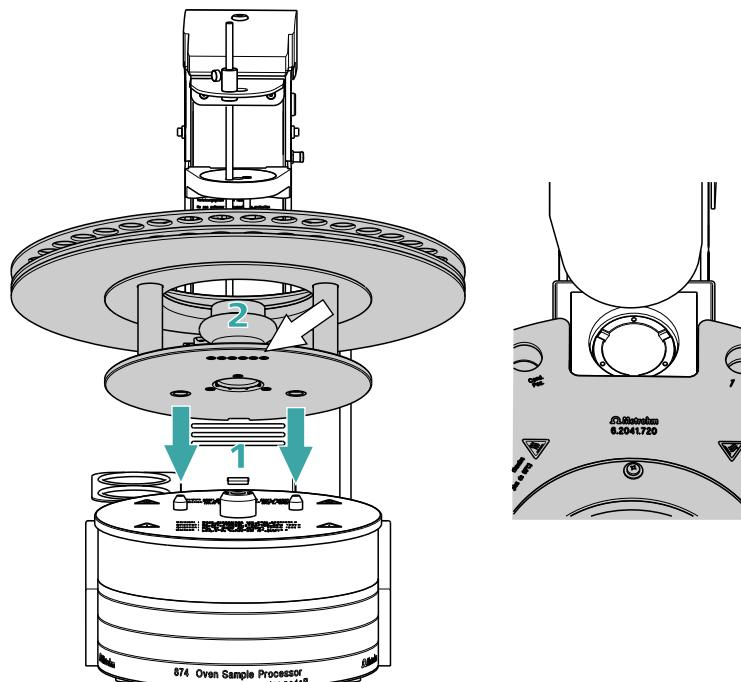

Abbildung 15 Rack aufsetzen
- 2 Das Rack wird in die Ausgangsposition bewegt. Dabei wird der Magnetcode des Racks vom Gerät ausgelesen. Der weisse Pfeil in der Abbildung 15 zeigt die Position des Magnethalters. Der sechsstellige Magnetcode dient zur Identifizierung des Racktyps. Mit dem Racktyp